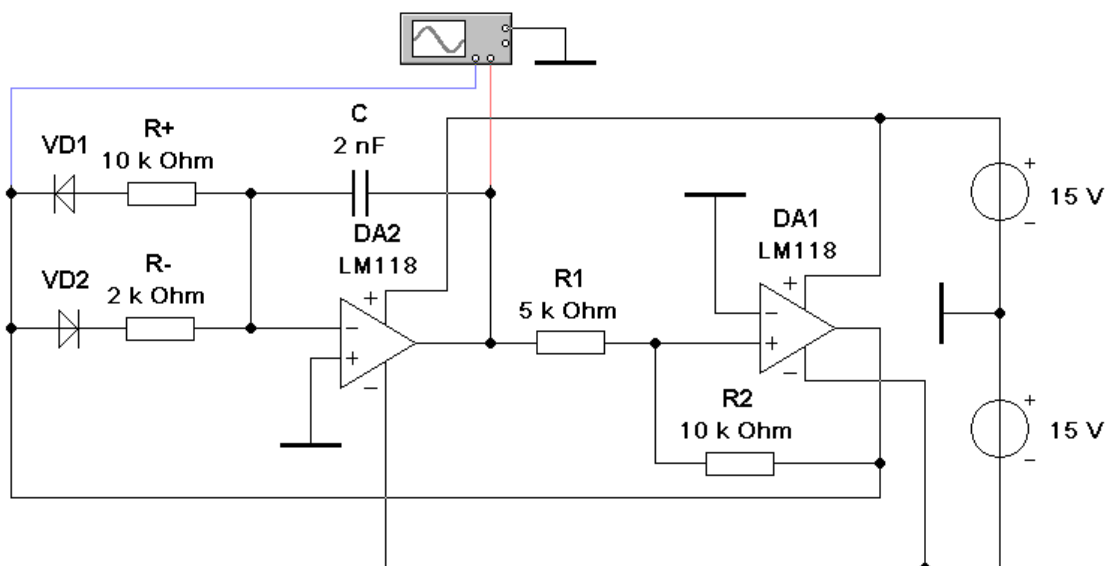

Рис. 3. Функциональный генератор с $\gamma \neq 0.5$
3. Функциональный генератор по рис.3
Частота функционального генератора (рис. 3) определяется выражением: